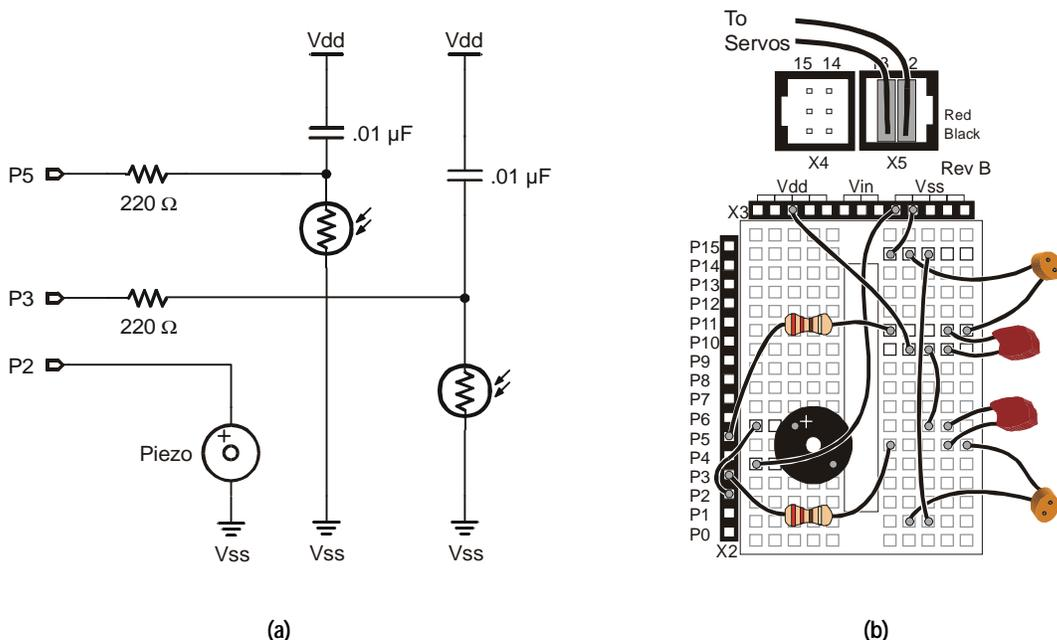

Figura 4.3: (a) Dos circuitos RC para medir resistores que varían con la luz y (b) ejemplo de distribución en la protoboard.
La Figura 4.3 muestra (a) el circuito resistor / capacitor (RC) para cada fotorresistor y (b) un ejemplo de armado sobre la protoboard. Un fotorresistor es un dispositivo analógico. Su valor cambia en forma continua de acuerdo a la luminancia, que es otro valor analógico. La resistencia del fotorresistor es muy baja cuando se expone directamente a la luz del sol. A medida que desciende el nivel de luz, su resistencia aumenta. En completa oscuridad, la resistencia del fotorresistor puede alcanzar valores de hasta 1  $\text{M}\Omega$ . Aunque el fotorresistor es analógico, esto no quiere decir que sea lineal. Esto significa que si la fuente de luz (luminancia) varía a una proporción constante, el valor del fotorresistor no necesariamente variará a una proporción constante.
El circuito de la Figura 4.3 (a) fue diseñado para ser usado con el comando `rctime`. Este comando puede ser usado con un circuito RC donde uno de los valores, R o C, varía, mientras el otro permanece constante. El comando `rctime` puede medir valores variables debido a que toma ventaja de las variaciones de tiempo que generan los circuitos RC. El tiempo que demora un circuito RC en variar una tensión depende de  $R \times C$ , llamada constante de tiempo RC. La constante de tiempo RC a menudo es representada por la letra griega Tau ( $\tau$ ).
Para uno de los circuitos RC mostrados en la Figura 4.3 (a), el primer paso para tomar una lectura con `rctime` es descargar el capacitor, colocando 5 V en la placa inferior. Si configuramos como salida en estado alto al pin de E/S correspondiente, en pocos ms lograremos esto. Luego, el comando `rctime` puede ser usado para medir el tiempo que le lleva al capacitor cargarse, hasta que la tensión en el pin cambie de 5 a 1.4 V. ¿Por qué 1.4 V? Debido a que este es el umbral de tensión de los pines del BASIC Stamp. Cuando la tensión de un pin es mayor de 1.4 V, el valor del bit de registro de entrada conectado a ese pin de E/S es "1". Cuando la tensión cae por debajo de 1.4 V, el valor del bit de registro de entrada es "0."
El comando `rctime` del circuito que se muestra en la Figura 4.3 mide cuánto tiempo demora la tensión de la placa inferior de capacitor en bajar de 5 a 1.4 V. Este tiempo varía con la fórmula:
La Ecuación 4.1 indica que el tiempo que tarda en caer la tensión de la placa inferior de uno de los capacitores de los circuitos RC de la Figura 4.3 (a), es directamente proporcional a la resistencia del fotorresistor. Dado que la resistencia varía con la luminancia (exposición a niveles variados de luz), así también lo hace el tiempo. Midiendo este tiempo, se puede inducir la exposición de luz relativa.